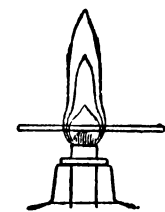

Рис. 66. Нагревание лучинки в пламени спиртовой лампы.
■ **Опыт 1.** Внесите в пламя лучинку, держа её горизонтально над самой светильней (рис. 66). Как только лучинка начнёт темнеть, быстро выньте её, не давая загореться. Лучинка обугливается в двух местах, находившихся в наружной части пламени. ■